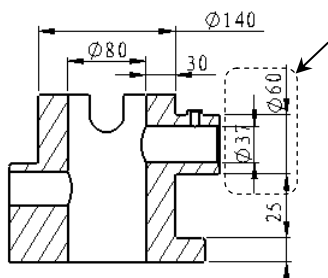

图 6.3.62 选取要整理的尺寸
Step4. 按 Ctrl 键，选取图 6.3.62 所示的尺寸“ $\phi 37$ ”和“ $\phi 60$ ”。